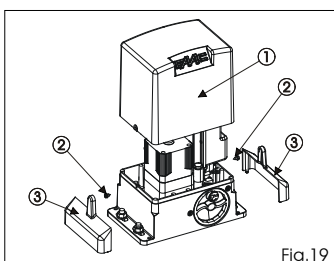
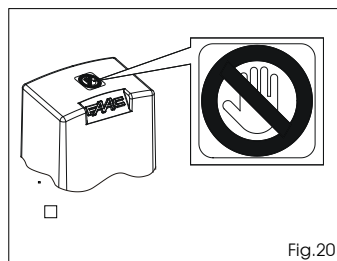

Fig. 19
Fig. 20
Zet de kaarthouder weer op zijn oorspronkelijke plaats. Steek de bedekkingskap erin (Fig. 19 ref.1), draai de bijgeleverde schroeven aan de zijkant vast (Fig. 19 ref.2) en druk de zijplaatjes erin (Fig. 19 ref. 3). Breng de gevaarsticker aan op de bovenkant van de bedekkingskap (Fig. 20).